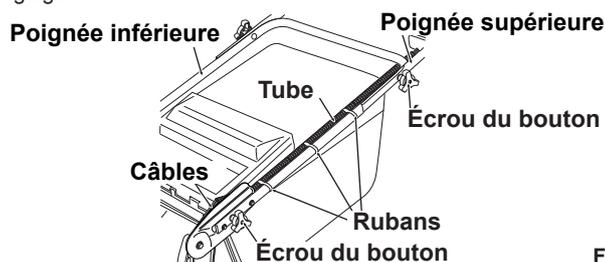

Fig. 1
1. Installez la poignée inférieure sur la machine (avec deux écrous du bouton). (Voir Figs. 1 et 2)